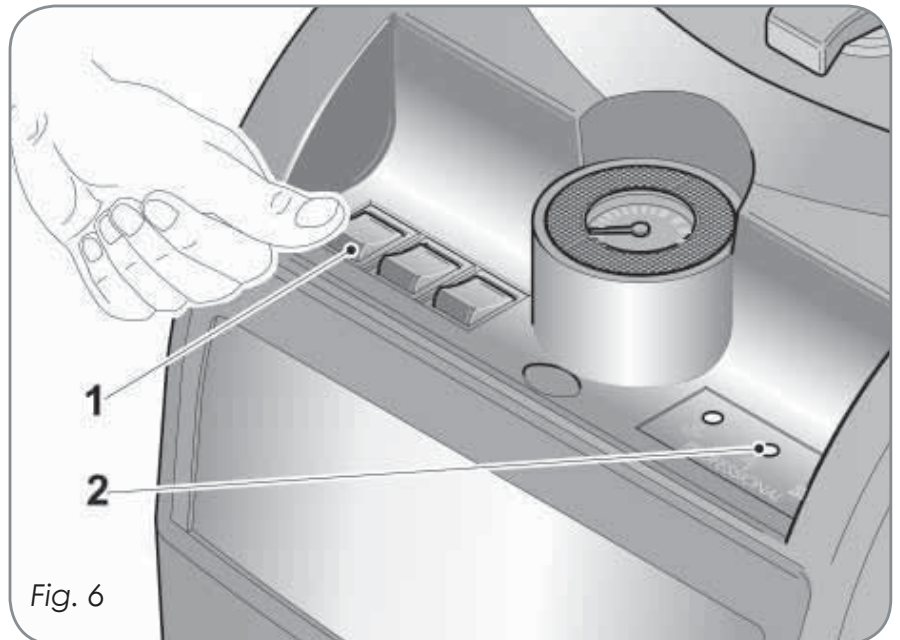

Fig. 6
Accendere la macchina agendo sull'interruttore generale posto sul lato del pannello comandi. (Il tasto premuto si illumina - 1 Fig. 6)
Durante il caricamento di acqua nella caldaia, la spia (2 - Fig. 6) e il segnale acustico si spengono.
- Qualora dovesse scoprirsi la sonda di livello posta nella tanica durante la fase di caricamento, il sistema blocca immediatamente le funzioni di carica e la spia di segnalazione (2 fig. 6) si accende lampeggiante con l'intervento della segnalazione acustica intermittente.
- Ogni qualvolta la sonda di livello tanica rileva la mancanza acqua, il sistema blocca immediatamente le funzioni di carica e la spia di segnalazione (2 fig. 6) si accende lampeggiante con l'intervento della segnalazione acustica intermittente.
- **ATTENZIONE!** Se durante la fase di normale caricamento la sonda di livello caldaia rimane scoperta per più di **3 min.** consecutivi il sistema provvede a disabilitare le funzioni di riscaldamento e di caricamento, la spia passa dallo stato acceso allo stato lampeggiante con l'inserimento del segnale acustico. A questo punto occorre resettare il generatore spegnendo e riaccendendo l'interruttore generale di alimentazione (1 fig. 6).